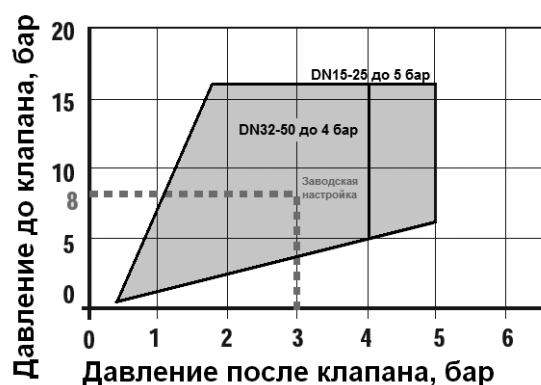

Рис. 1
- 1) проверить применимость по давлению до и требуемому давлению после клапана (рис. 1);
Давление до клапана — 8 бар; давление после клапана — 3 бар. Рабочая точка, соответствующая указанным давлениям, лежит внутри области применимости (рис. 1).